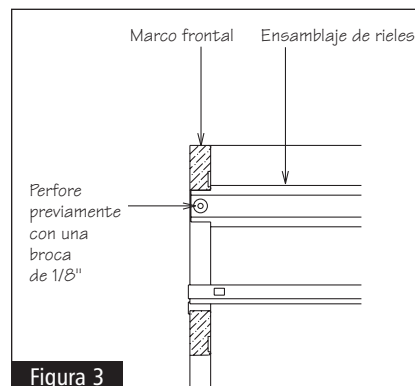

Figura 3
- Fije el ensamblaje de rieles del bloque o la tabla para cortar al marco frontal usando un tornillo de 5/8" X n.º 7, habiendo perforado el agujero con una broca de 1/8" a una profundidad de 3/8" (vea la figura 3).